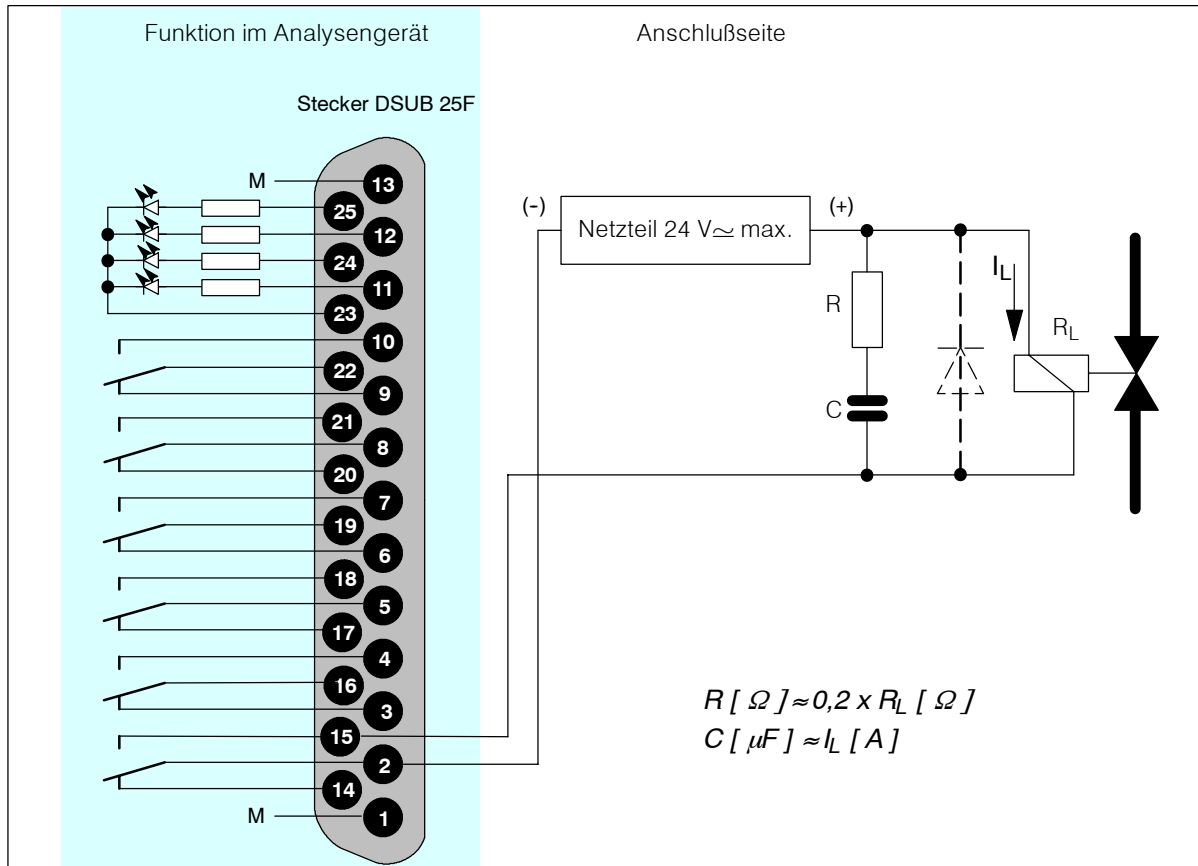

Bild 2-2 Beispiel einer Funkenlöschung an einem Relaiskontakt (Einschubgerät)
- Als Maßnahme zur Unterdrückung einer Funkenbildung über den Relaiskontakten (z. B. Grenzwertrelais) sind RC-Glieder gemäß Bild 2-2 anzuschließen. Zu beachten ist hierbei, daß das RC-Glied eine Abfallverzögerung eines induktiven Bauelementes (z. B. Magnetventil) bewirkt.